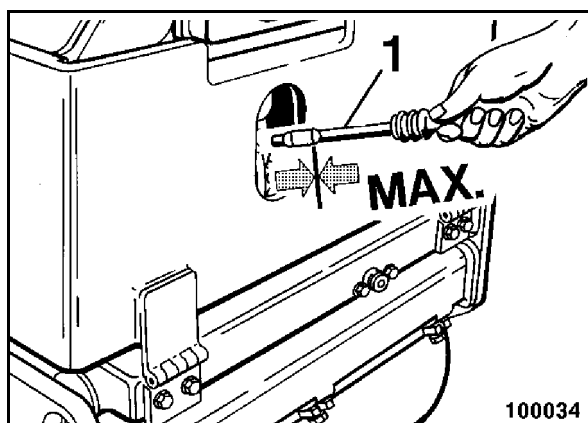

Рис. 59
- Вынуть указатель уровня масла (1) (Рис. 59) из маслоналивного отверстия.